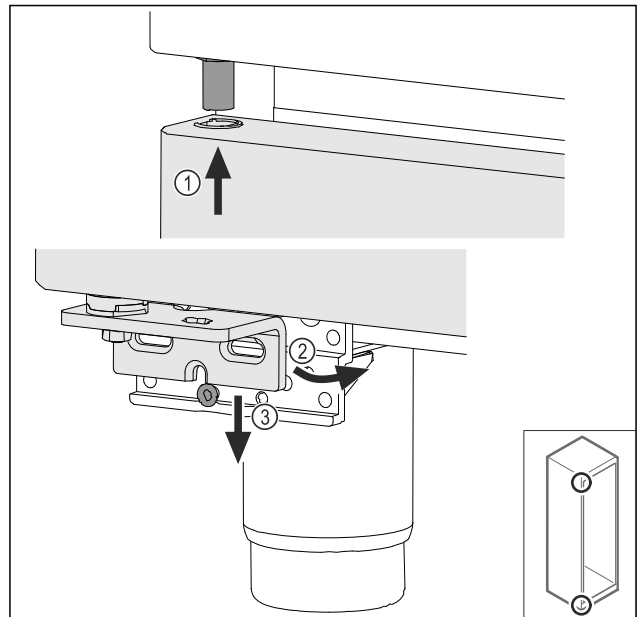

Fig. 70
- ▶ Tür leicht gekippt oben einfädeln Fig. 70 (1), Tür gerade ausrichten Fig. 70 (2) und unten auf die Lagerbockschraube Fig. 70 (3) aufsetzen.